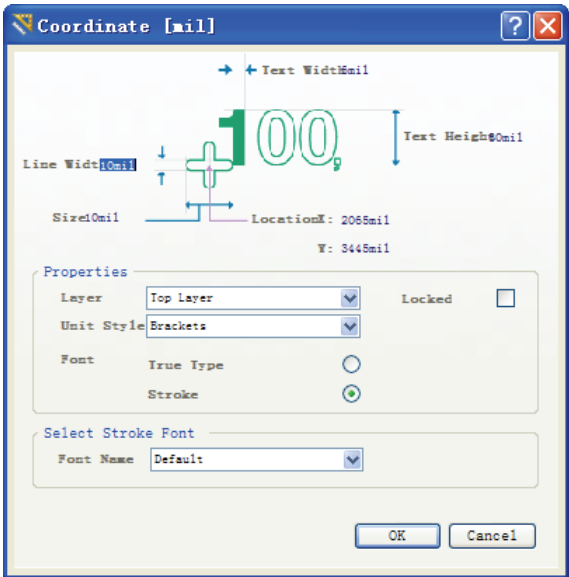

图 10-15 位置坐标设置对话框
(2) 按 **Tab** 键, 则弹出位置坐标设置对话框, 如图 10-15 所示。
在图 10-15 中可以设置位置坐标的有关属性, 包括字体的宽度、高度、线宽、尺寸、字体、所处工作层面、放置位置坐标等。